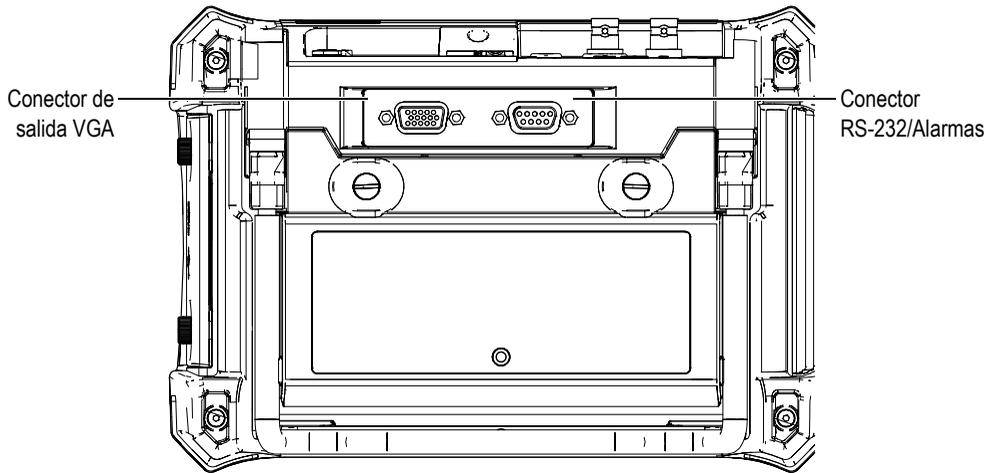

Figura 9-1 Conectores de salida RS232/Alarma y VGA
2. Conecte un extremo del cable opcional 600-C-VGA-5 (U8780298) al conector de salida VGA del EPOCH 600 (véase la Figura 9-1 en la página 148) y el otro, al equipo VGA.
El EPOCH 600 cuenta con un puerto de comunicación serie (RS-232), el cual funciona a partir del mismo conector de las alarmas (véase la Figura 9-1 en la página 148). La comunicación serie se sirve de los pines del conector de salida RS-232/Alarma, ubicado en la parte trasera del equipo. Ella permite compartir la información entre el EPOCH 600 y una PC que cuente con el programa informático GageView Pro.